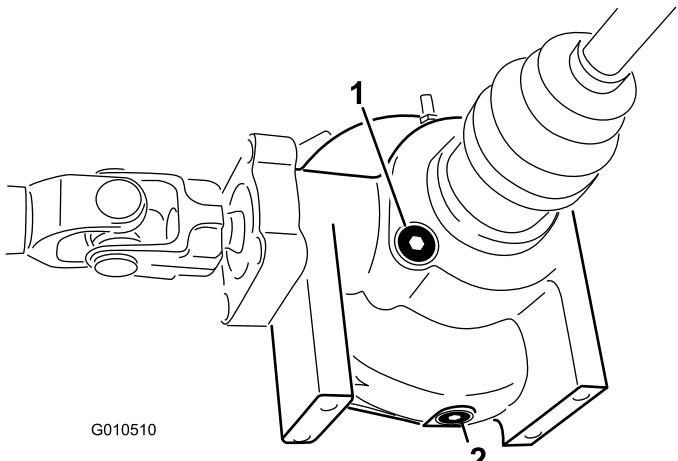

Figura 54
- Limpie la zona alrededor del tapón de vaciado en el lateral del diferencial (Figura 54). Coloque un recipiente debajo del tapón de vaciado.